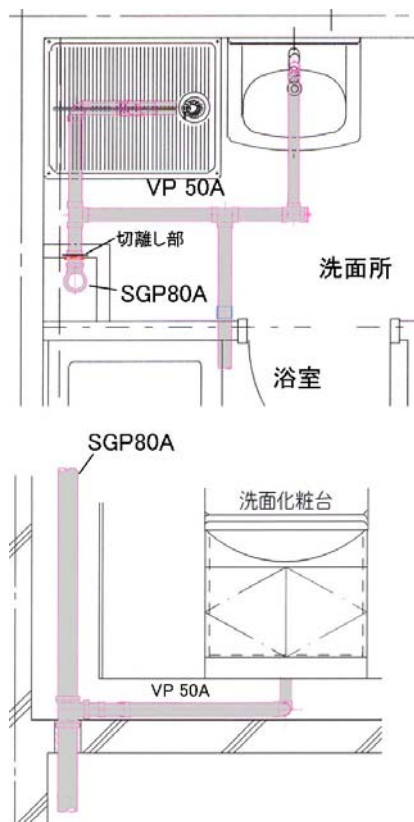

図2 洗面所系統の排水管
- ・ 図 1 の住居を通る共用部の縦排水管と専有部のキッチン横引き排水管の抜管検査の結果、キッチン系統の排水管の内面の腐食による減肉が進んでいる。漏水事故防止のために早急に改修工事が必要である。図 2 の浴室・洗面所系統の排水管はキッチン系統ほどではないが、やはり減肉が進んでいる。